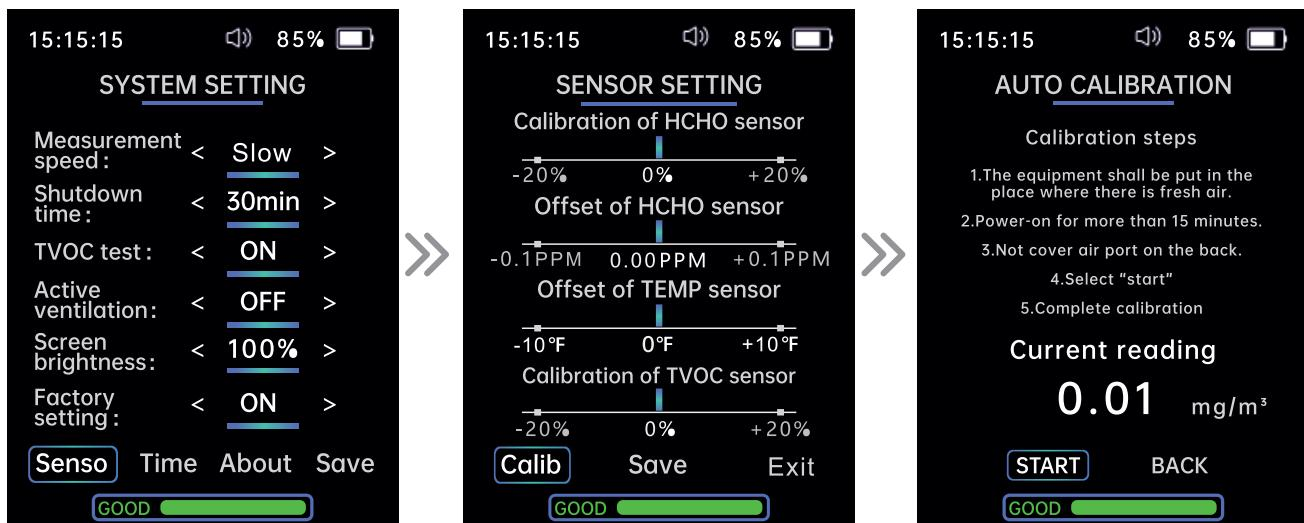

Рисунок 6
Меню системных настроек (рис. 6) используется для настройки функций и параметров прибора. Нажмите кнопки «Влево» (4) и «Вправо» (8) для переключения между окнами системных настроек и калибровки.